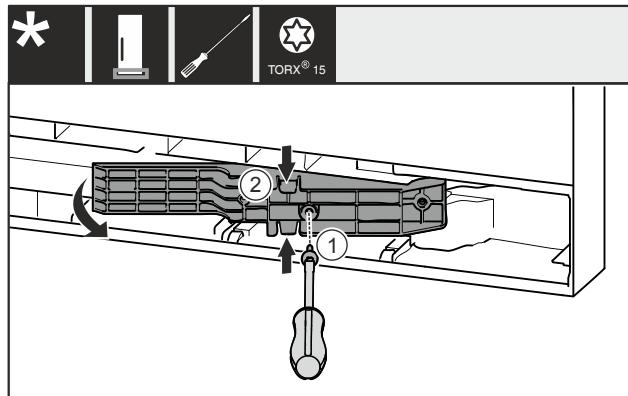

Fig. 13 \*
- ▶ 移除螺栓 Fig. 13 (1)。\*
- ▶ 将上方和下方适配件 Fig. 13 (2)轻轻挤压在一起，然后向前拉出。\*